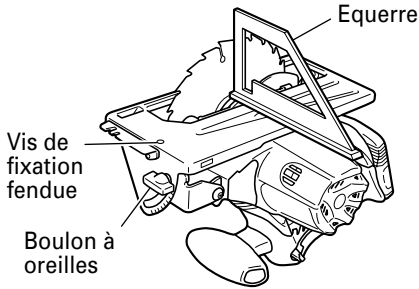

FIG. 22
- (1) Retourner l'outil socle vers le haut (Fig. 22) et desserrer le boulon à oreilles.